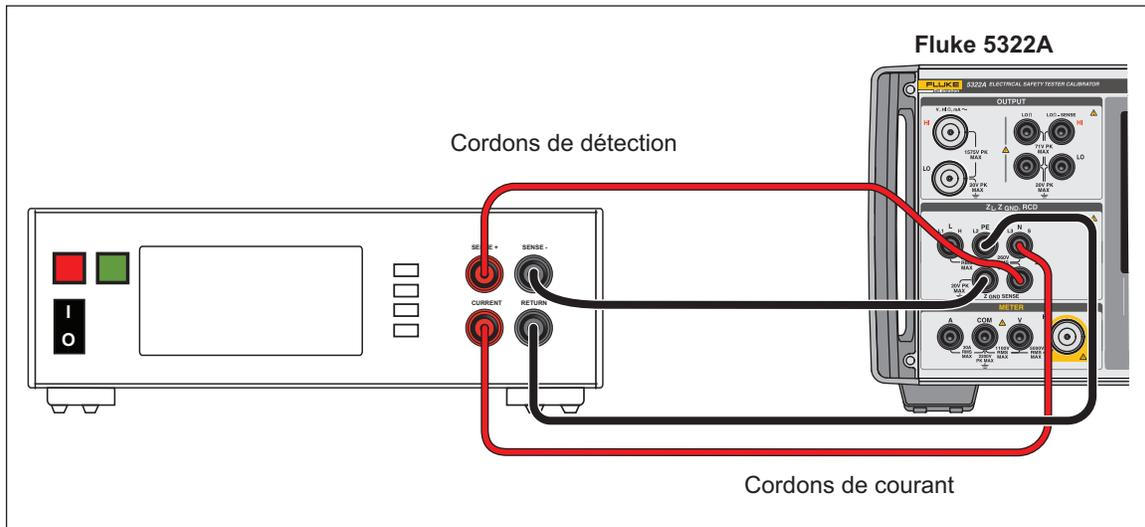

Figure 43. Etalonnage de la résistance de liaison à la terre sur le testeur de liaison à la terre de prototype
2. Connectez le produit comme indiqué sur la figure 43.